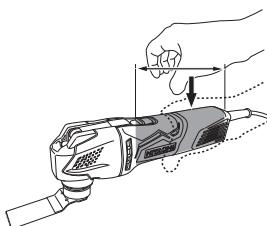

Fig. 1
- Maintenez toujours fermement l'outil avec une main sur le logement (Fig. 1). Ne pas toucher la partie en métal.